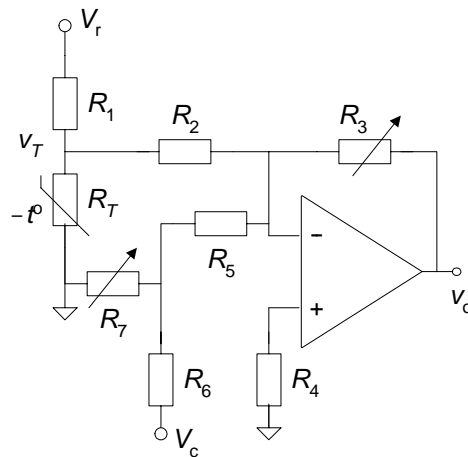

Figura 2.W3 Termómetro basado en una NTC y dos divisores de tensión cuyas salidas se suman y amplifican
2. En la figura 2.W2, el nivel de salida se puede desplazar a base de conectar R_2 a una tensión no nula.
Problema 2.2.W4 El circuito de la figura 2.W3 es un termómetro basado en una NTC que tiene 10.000 Ω a 25 °C, 29.490 Ω a 0 °C y 3.893 Ω a 50 °C. ¿Cuál es el valor aproximado de la temperatura característica (B) del material? Si $V_c = 0 \text{ V}$, ¿cuál sería la expresión de la tensión de salida en función de la temperatura? Si $V_c = -15 \text{ V}$ y $V_r = 5 \text{ V}$, ¿qué condición deben cumplir las resistencias del circuito para tener $v_o = 0 \text{ V}$ a 0 °C? Si la corriente a través de la NTC debe ser inferior a unos 0,5 mA y se desea tener $v_o = 0 \text{ V}$ a 0 °C y $v_o = 0,5 \text{ V}$ a 50 °C, ¿cuál debe ser el valor de las resistencias del circuito?